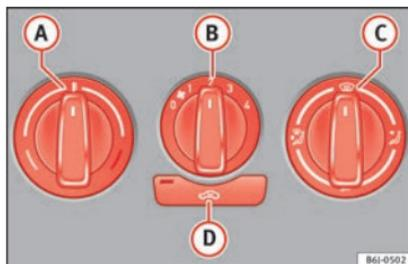

Fig. 153 Comandos do aquecimento no painel de instrumentos.
- Com os comandos rotativos **A**, **B** e **C** » Fig. 153 regula-se a temperatura, a velocidade e a distribuição do ar.
- Pressione o botão **D** » Fig. 153, o aviso do botão acende-se.
Se o comando rotativo **C** » Fig. 153 estiver na posição de descongelação, a portinhola de recirculação estará sempre aberta e entrará ar a partir do exterior.
- Rodar o regulador da temperatura » Fig. 153 **A** para a esquerda.
- Rodar o regulador da temperatura » Fig. 153 **A** para a direita, até ser atingido o nível de aquecimento pretendido.
- Rodar o regulador da temperatura **» Fig. 153 (A)** para a direita até ao nível máximo de aquecimento.
- Rodar o regulador da temperatura **» Fig. 153 (A)** para a zona do aquecimento.